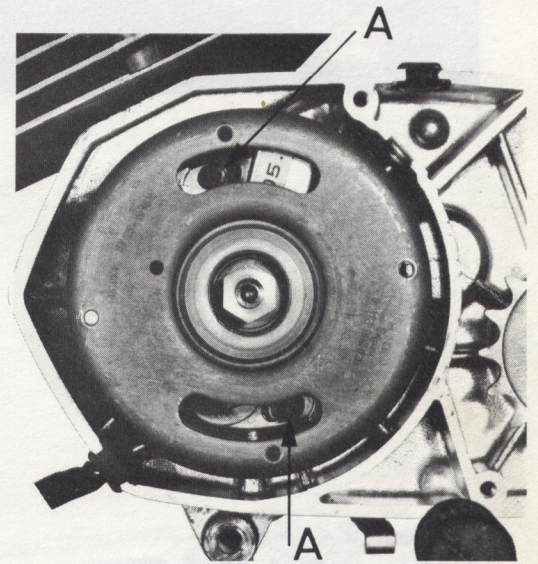

Figure 18
- Tourner le rotor pour que ses lumières soient en face des vis de fixation (A) du stator (figure 18).